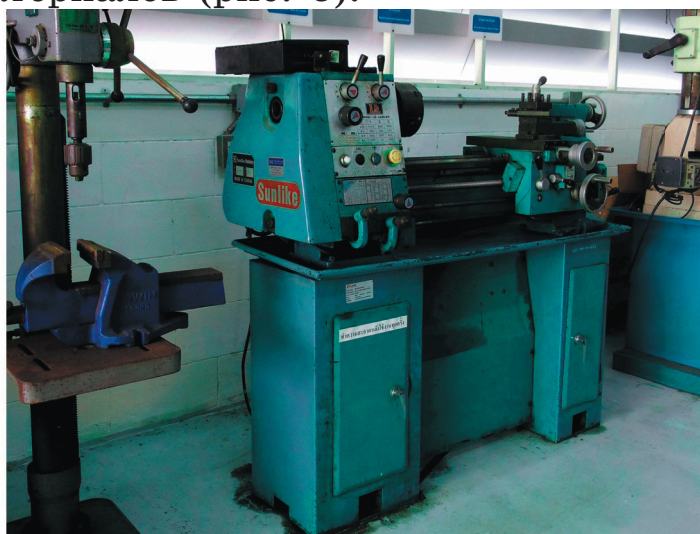

Рис. 3. Место для механической обработки материалов
3. Место для механической обработки материалов. На этом участке находятся различные станки и оборудование для обработки материалов (рис. 3).